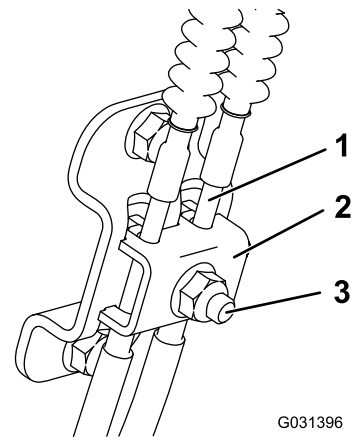

Figura 50
4. Afloje el perno de la abrazadera en el lado izquierdo de la máquina (Figura 50).